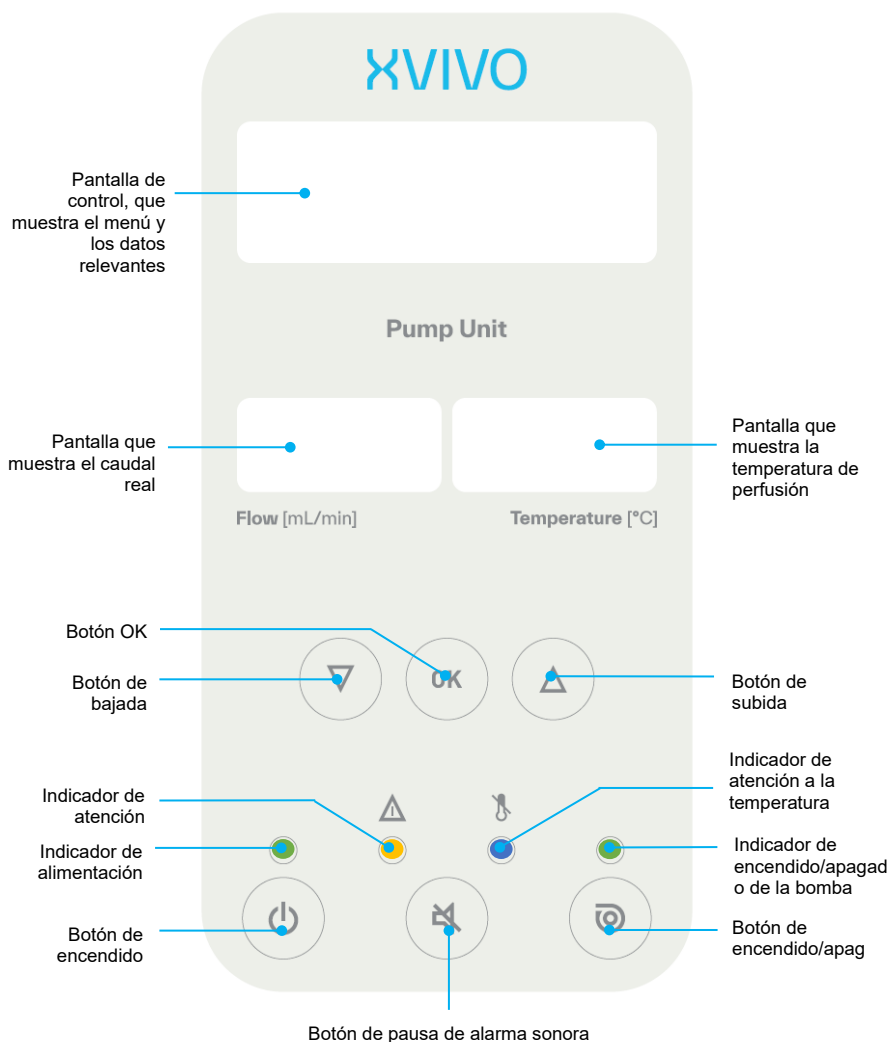

Figura 3 Panel de control de la unidad de bombeo
- Conecte el cabezal de la bomba al acoplamiento magnético de la bomba, situado en el exterior de la unidad de bombeo de Kidney Assist (véase la Figura 3, elemento 13).